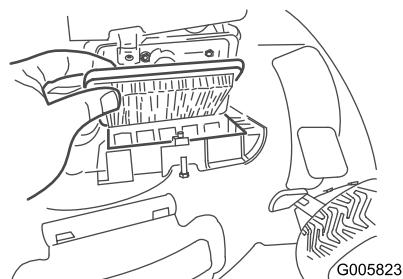

Figura 41
- Cambie el filtro de aire (Figura 41).